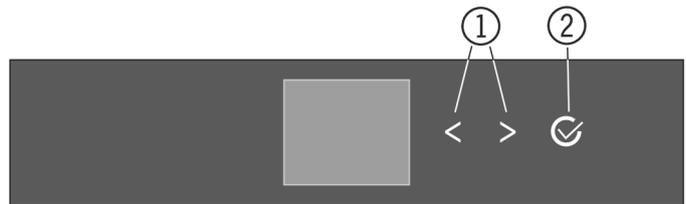
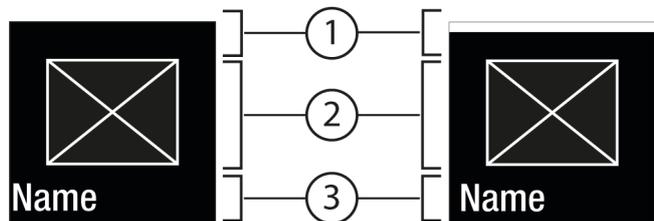
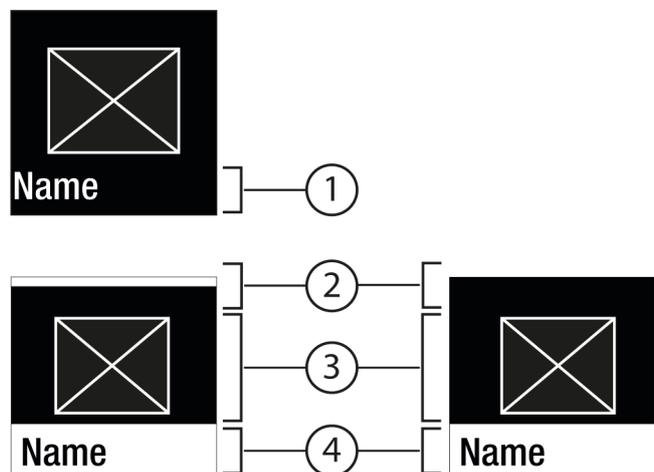

Fig. 5
Fig. 6
Fig. 7
- (1) Навигационная стрелка влево / вправо
(2) Подтвердить
#### Навигационная стрелка влево / вправо Fig. 5 (1):
#### Подтвердить Fig. 5 (2):
- Навигация при помощи навигационной стрелки влево / вправо Fig. 5 (1).
- С помощью Подтвердить Fig. 5 (2) вызвать Подменю Fig. 7 (4).
- Установка нового значения: С помощью Подтвердить Fig. 5 (2) выбрать деактивированное значение Fig. 6 (1).
- Назад в меню: С помощью Подтвердить Fig. 5 (2) выбрать уже активированное значение Fig. 6 (2).
- ▶ Навигационные стрелки Fig. 5 (1) нажимайте до тех пор, пока не появится индикация функции.
- ▶ Нажмите на Подтвердить Fig. 5 (2).
- ▶ С помощью навигационных стрелок Fig. 5 (1) выберите значение настройки.
- ▷ Состояние: активировано Fig. 6 (1) появляется ненадолго в Подменю Fig. 7 (4).
- ▶ Нажимайте навигационные стрелки Fig. 5 (1) до тех пор, пока не появится индикация настроек .
- ▶ Нажимайте навигационные стрелки Fig. 5 (1) до тех пор, пока не появится индикация требуемой настройки.
- ▶ Нажмите и удерживайте в течение 3 секунд Подтвердить Fig. 5 (2).
- ▶ Нажимайте навигационные стрелки *Fig. 5 (1)* до тех пор, пока не появится индикация настроек .
- ▶ Нажмите на Подтвердить *Fig. 5 (2)*.
- ▶ Нажимайте навигационные стрелки *Fig. 5 (1)* до тех пор, пока не появится индикация требуемой настройки.
- ▶ С помощью навигационных стрелок *Fig. 5 (1)* выберите значение настройки.